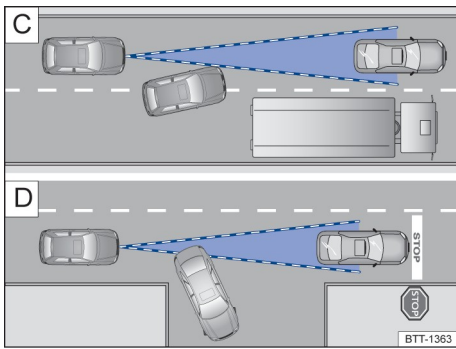

Рисунок 93. **C** Транспортные средства меняют полосу движения; **D** Поворачивающие и неподвижные автомобили
Если транспортное средство, обнаруженное ACC, поворачивает или покидает свою полосу движения, а перед ним находится неподвижное транспортное средство, ACC не будет реагировать на это неподвижное транспортное средство. → Рисунок 93 **D**.
- Перестроение транспортного средства с соседней полосы перед автомобилем на эту полосу → Рисунок 93 **C**.